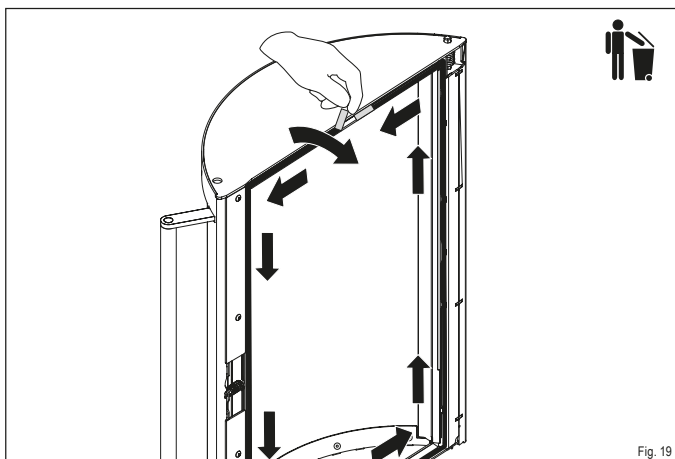

Fig. 19
- ▶ Retirez l'ancien joint du guide à partir de l'une de ses extrémités et jetez-le à la poubelle (Fig. 19).